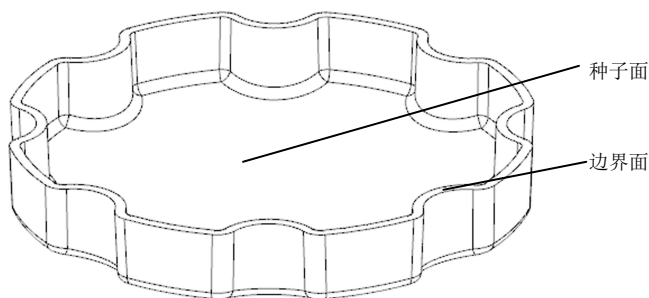

图 7-5 选取种子面与边界面
(7) 按住鼠标中键翻转实体后，选取指定的曲面，选取圆弧面为种子面，选取口部的平面为边界面，如图 7-5 所示。